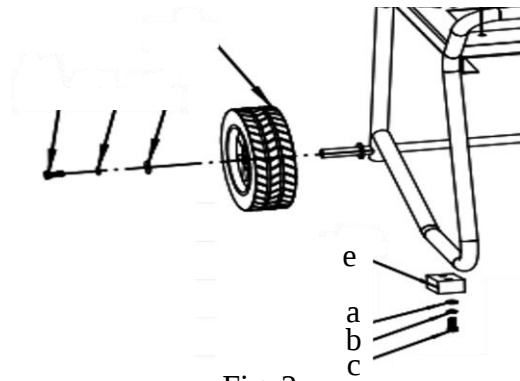

Fig. 2a
- Fixez les roues à l'axe de roue à l'aide des rondelles plates (a), des rondelles élastiques (b) et des boulons hexagonaux (c) fournis. Reportez-vous aux figures 2a et 2b.
- Fixez les patins en caoutchouc au bas du cadre à l'aide des rondelles plates (a), des rondelles élastiques (b) et des boulons hexagonaux (c) fournis. Voir les figures 2a et 2b.